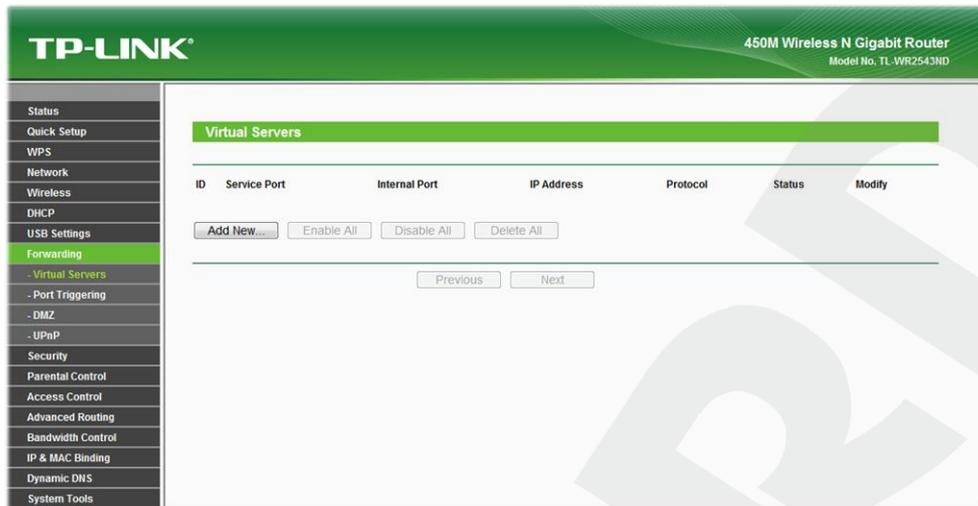

Рис. 6.6
**Шаг 2:** выберите пункт меню **Forwarding – Virtual Servers**. В появившемся меню нажмите кнопку **[Add New]** (Рис. 6.6).